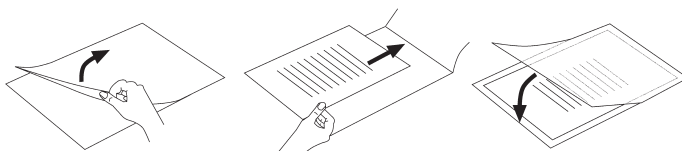

Bild 2
- Var noga med att bara använda en plastficka åt gången när du laminerar. Vik ut den först, så som visas på bild 2.
- ▶ Var noga med att bara använda en plastficka åt gången när du laminerar. Vik ut den först, så som visas t ex på bild 2.